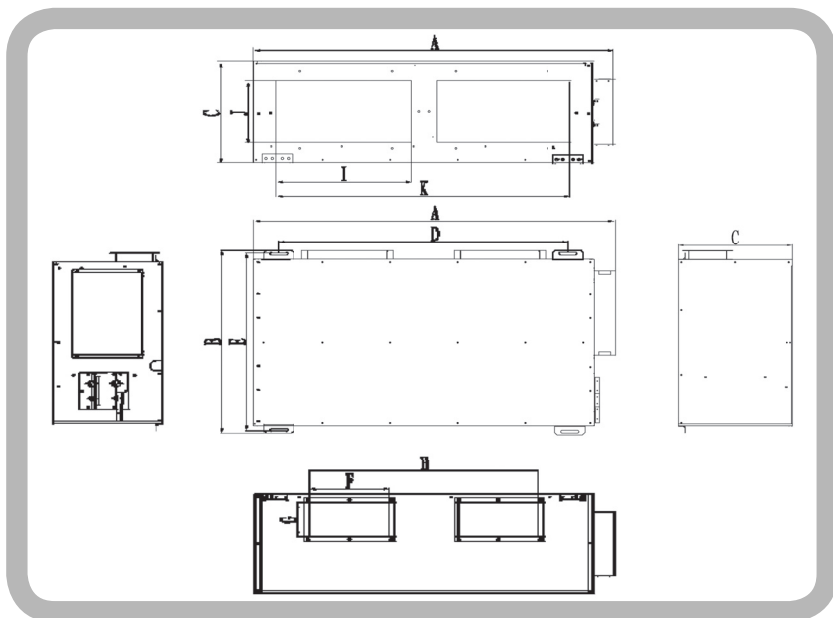
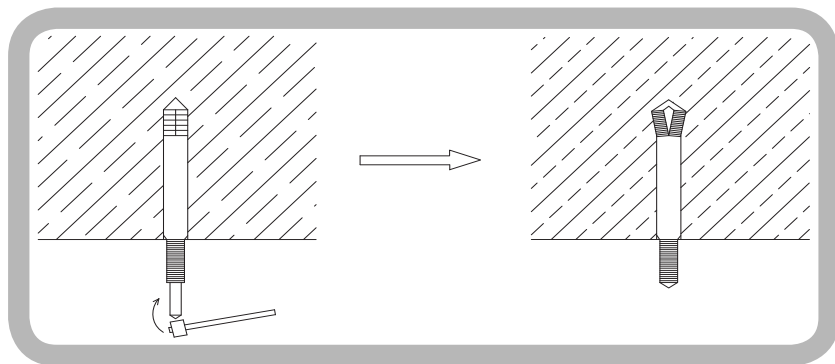

Рисунок 4
Рисунок 6
- Вставьте анкерные болты M10 в установочные отверстия и ввинтите металлические штифты в них, (см. рисунок 6). Расстояния между отверстиями приведены на Рис. 4.